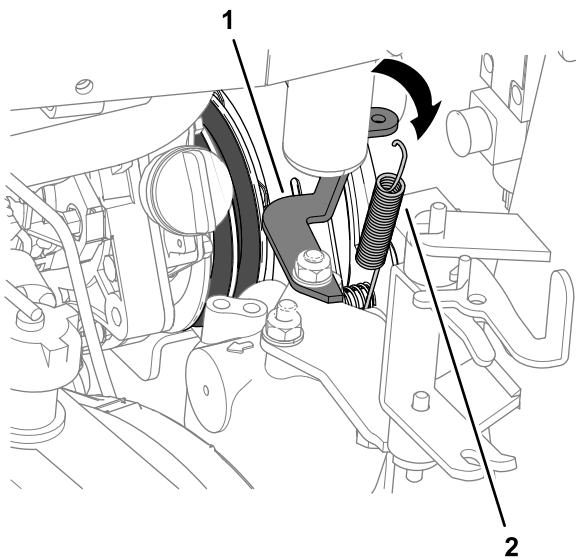

Figura 90
5. Pe partea radiatorului, decuplai arcu amortizorului ambreiajului de pe suportul arcu (Figura 90).
- Cuplați arcul amortizorului ambreiajului între urubul plăcii de ambreiaj din interior și suportul arcului; consultați Figura 90 din Demontarea curelelor prizei de putere (Pagină 65).